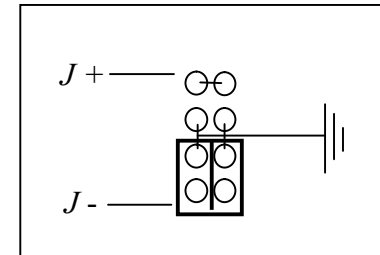

Рис. 5 Заземление минусовой клеммы
- 12.3 На основной плате возле отрицательной выходной шины найдите разъем заземления – см. рис. 5. По умолчанию, заземление установлено по минусовой клемме источника.